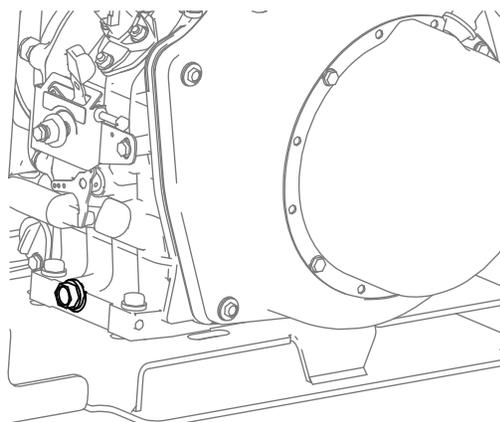

Рисунок 22
4. Подставьте подходящую емкость под пробку отверстия для слива масла (Рисунок 22).